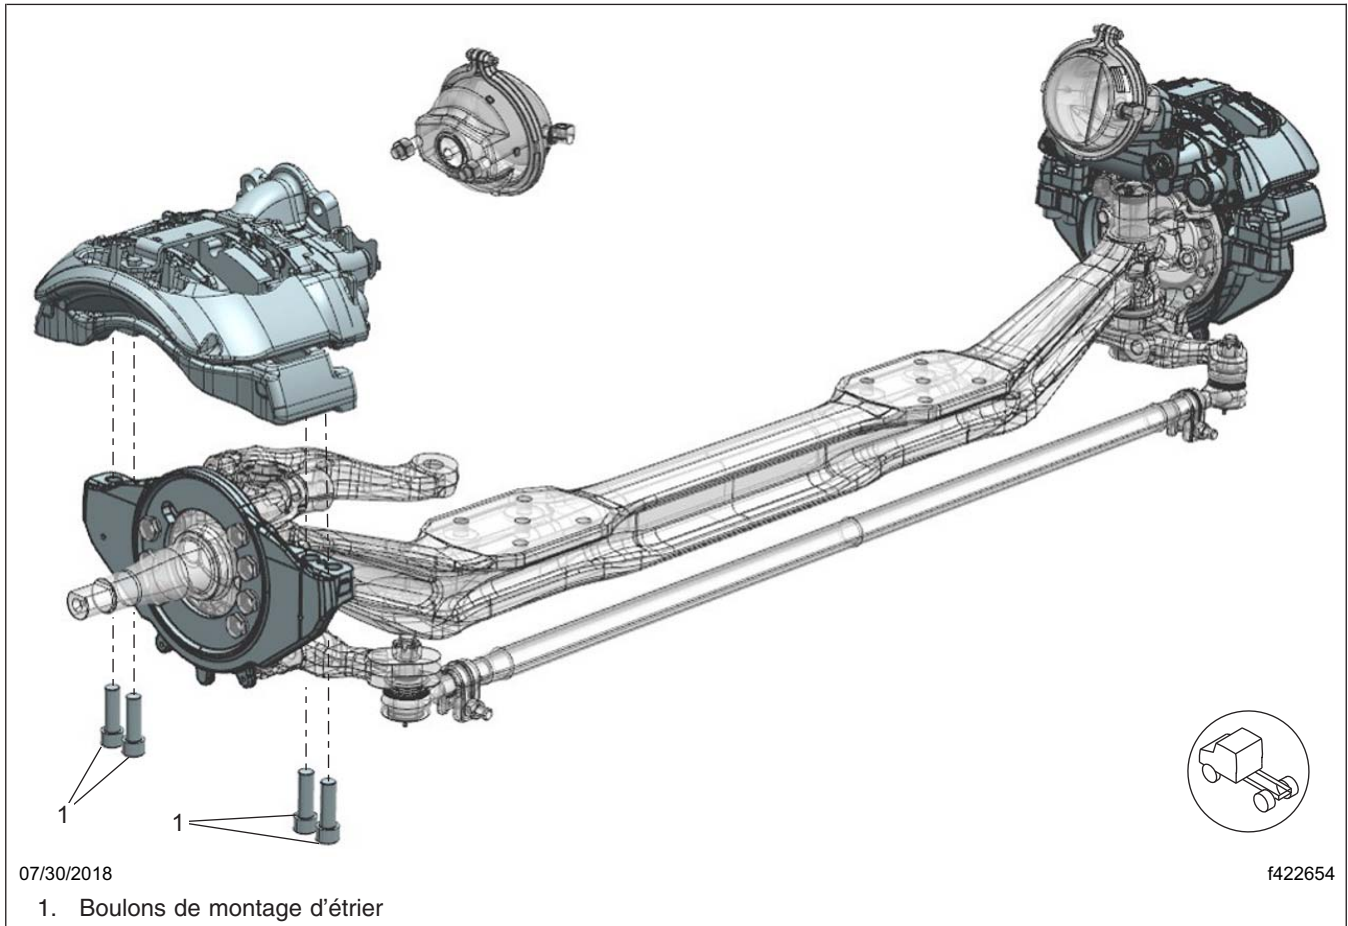
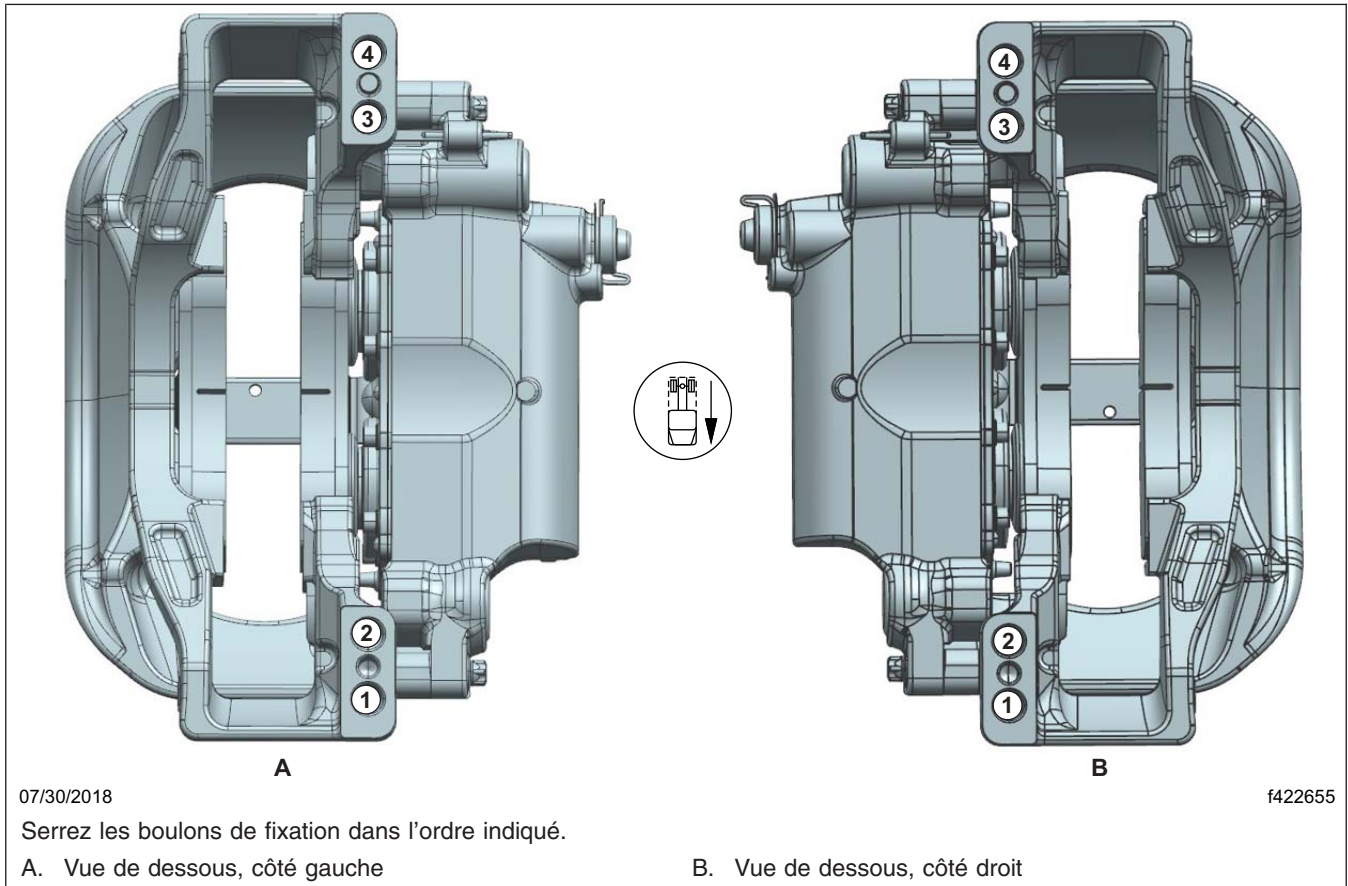

Fig. 8, Étrier Meritor à montage radial
Fig. 9, Ordre de serrage, étrier Meritor
- Alignez chaque ensemble étrier/support avec le rotor en repoussant le côté à tige fixe de l'étrier contre le rebord de la plaque de couple, puis installez l'ensemble étrier/support en utilisant les boulons de fixation de l'étrier neufs. Reportez-vous à la figure 8 et la figure 9.
10. Serrez les boulons de fixation du support en deux étapes, en appliquant la séquence indiquée sur la **figure 9**.